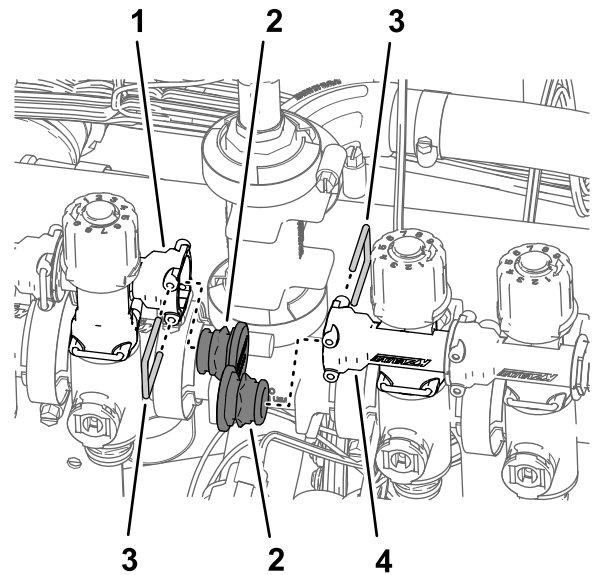

Figura 100
3. Rimuovete i fermi che fissano i tappi nelle prese del raccordo a disinnesto rapido nella valvola dell'ugello 5 e nella valvola dell'ugello 6 e rimuovete i tappi (Figura 100).